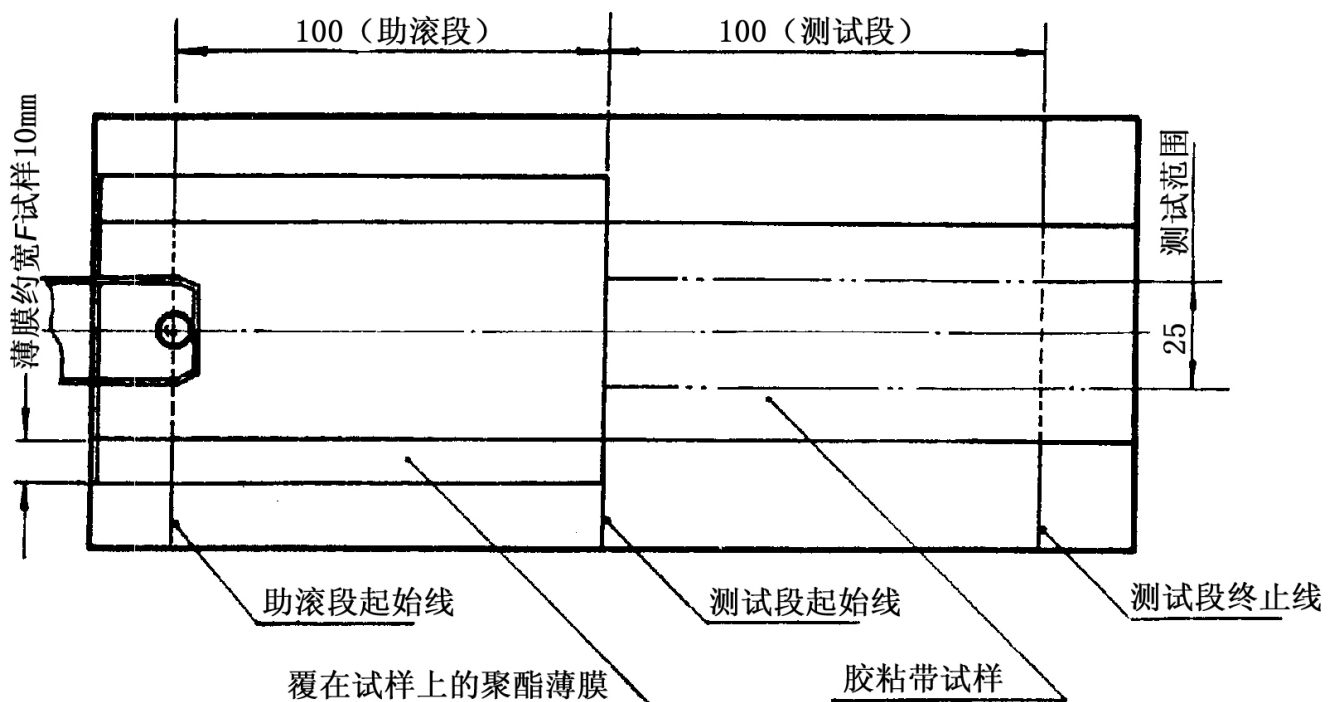

图2
4、按图 2 所示，将试样以胶粘面向上的方式固定在规定的位罝上。把助滚段用聚酯薄膜贴敷在试片胶粘面的规定位罝上，在贴敷聚酯薄膜时，应勿使气泡夹杂或起皱，也不要加上大的压力。在固定试样时，注意不要使之发生翘曲或鼓起。若在边缘部分发生鼓起，则应用别的胶粘带把这部分固定在倾斜面上。